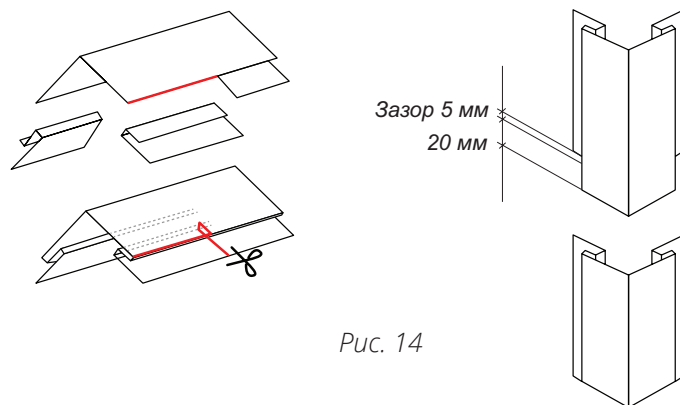

Рис. 14
■ Если фасад выше высоты угловых и стыковочных планок, производится их наращивание с нахлестом около 20 мм, по направлению снизу вверх. Для этого отрежьте 25 мм от крепежного отгиба верхней планки, оставив лицевую часть (рис. 14).